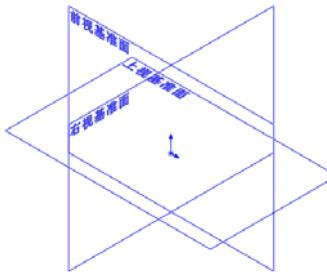

图 2-2 系统默认基准面
(1) 执行命令。在菜单栏中选择“插入”→“草图绘制”命令，或者单击“草图”工具栏中的“草图绘制”图标按钮，或者直接单击“草图”工具栏中要绘制的草图实体，此时绘图区域出现如图 2-2 所示的系统默认基准面。